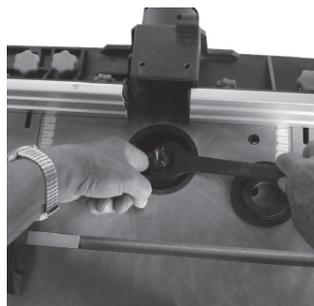

Рис. 12
•Ослабьте зажимную гайку цанги с помощью ключа в комплекте, Рис. 12.